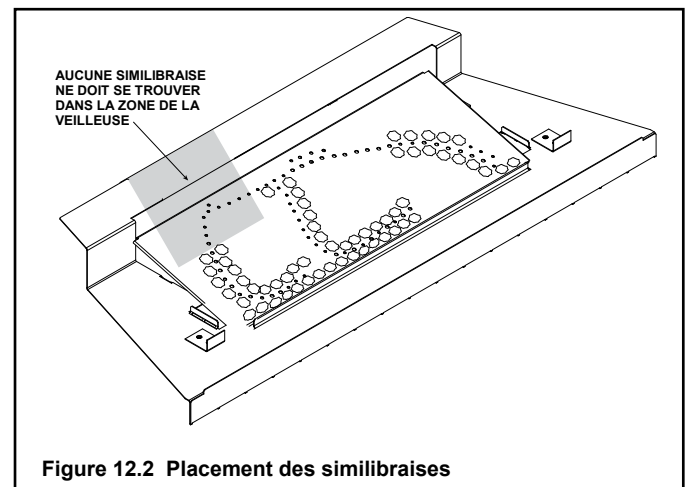

Figure 12.2 Placement des similibraises
- Placez des morceaux de similibraises **Glowing Embers®** de la taille d'une pièce de dix sous juste en avant du sentier d'orifices, mais pas sur ou entre les orifices (voir la Figure 12.2). Il faut prendre garde à ne pas couvrir les orifices. Le non-respect de cette procédure causera probablement des problèmes d'allumage et de production de suie.